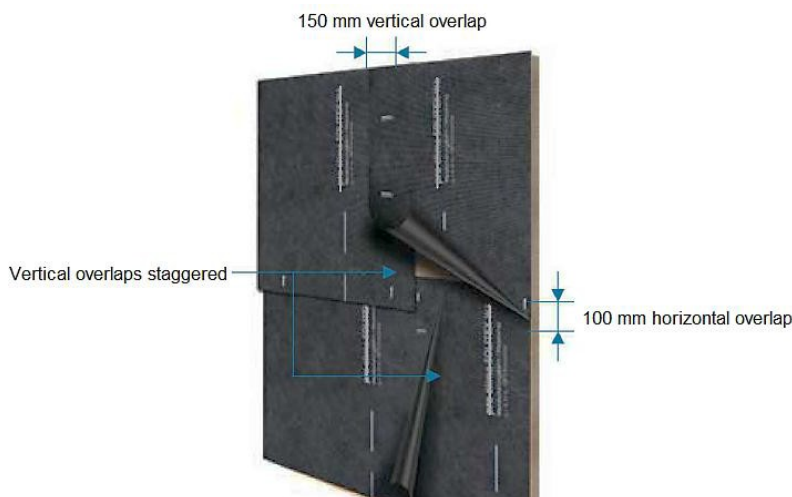

Figura 3 – Membrana Effisus Breather FR-B ST – Juntas sobrepostas.
- As juntas verticais devem sobrepor-se no mínimo 150 mm e ser escalonadas ou deslocadas sempre que possível (ver Figura 3).